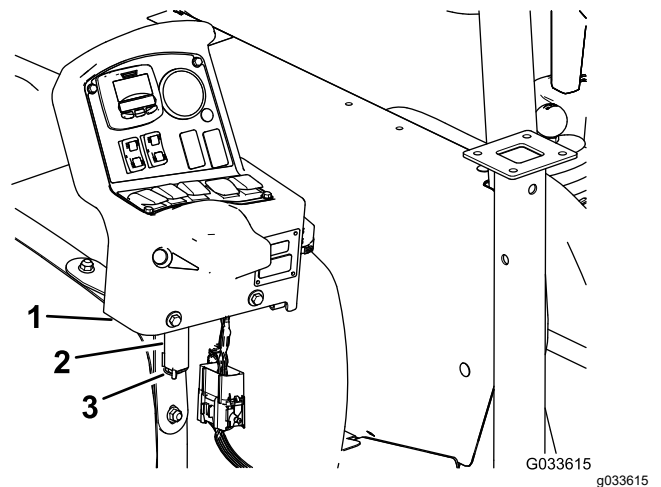

Figura 98
7. Retire a consola do suporte de montagem da consola no painel de instrumentos da máquina e alinhe o pino articulado na consola de controlo com o suporte de armazenamento na correia frontal do depósito (Figura 98); consulte Instalação da consola de controlo na máquina \(página 19\).
8. Monte a consola no suporte e prenda o pino articulado no suporte com o perno de gancho (Figura 98).